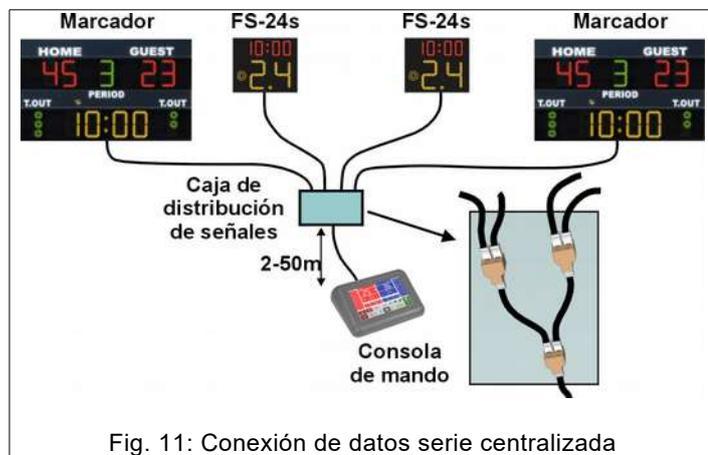

Fig. 11: Conexión de datos serie centralizada
1. Conexión centralizada (véase la Fig. 11). Se instala una caja de distribución de señales en un lugar de fácil acceso; de esta caja sale un cable hacia cada marcador. Este tipo de conexión permite tener un solo punto de llegada, lo cual supone una ventaja en caso de cortarse un cable, porque sólo se verá afectada la visualización de un marcador.